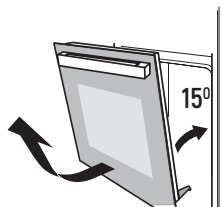

Рисунок 2
2. Переведите дверь в полуоткрытое положение, чтобы она располагалась под углом примерно 15° . Поднимите и медленно вытяните дверь, отсоединив ее от духового шкафа. (Рисунок 2)